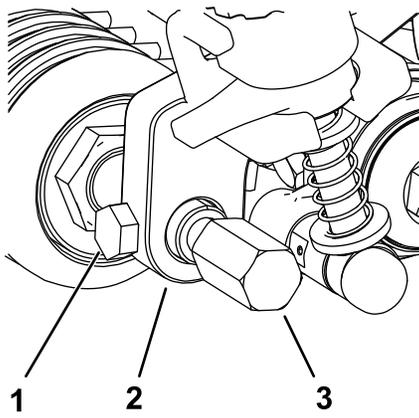

图 24
6. 将前滚筒轴插入到剪草高度支架之间的中心位置用从旧的剪草高度支架上卸下的 2 个安装螺丝固定 图 24。
7. 将疏草刀防护装置装到前滚筒轴的任何一侧图 24。